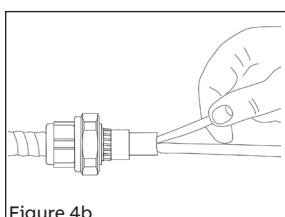

Figure 4b
- 5b Remplir la gorge de la chambre d'obturation de pâte. Utiliser un bâtonnet pour tasser la pâte autour des conducteurs. (Figure 4b).